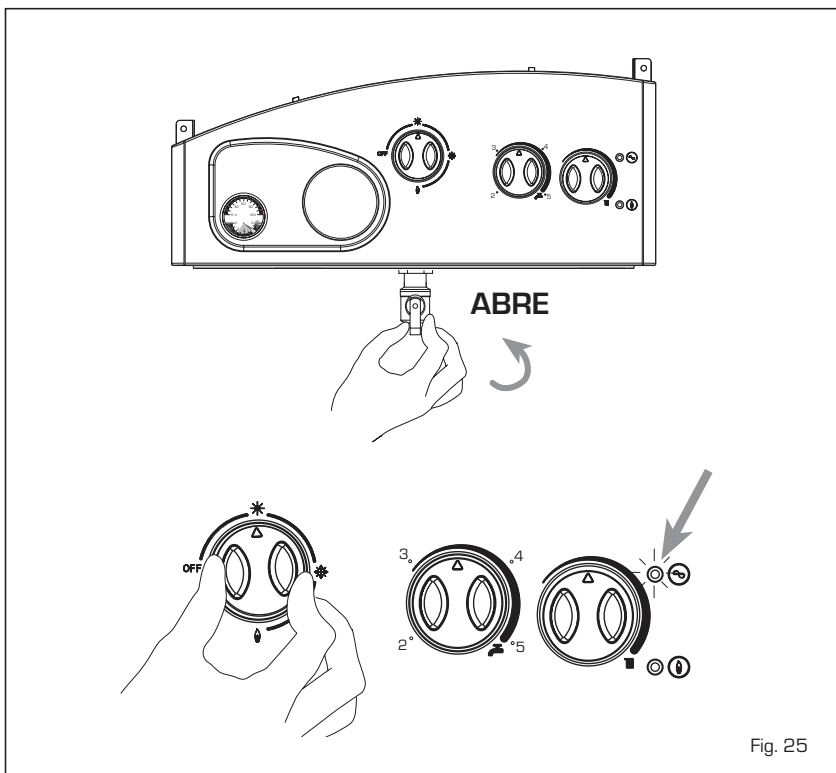

Fig. 25
### ENCENDIDO DE LA CALDERA (fig. 25)
**APAGADO DE LA CALDERA** (fig. 25)